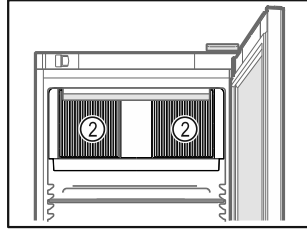

Fig. 63
- Pidä sisätilassa olevan kiertoilmapuhaltimen tuuletusraot Fig. 63 (2) vapaina.